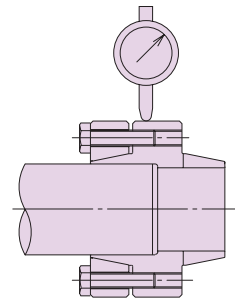

図 1
- (1) 片側軸にカップリングを取付け、アウトリングを手順に従い締込み固定してください。
- (2) 他方の軸はアウトリングの締込みはしないままにしてください。この軸はカップリングの軸穴内を自由に回転できる状態です。
- (3) ダイヤルゲージをベース（カップリングケース等）に固定し、各々の軸振れをチェックします。
- ① カップリングを締結した軸は、カップリングのボディの中央フランジ外周部にダイヤルゲージをあてます。この軸を回転させ振れを読み取り 3/100 以内にしてください。（図 1）
- ② 次に他方の軸にダイヤルゲージをあてて、この軸を回転させ振れを読み取り 3/100 以内にしてください。
- (4) ダイヤルゲージの振れが共に規格値内であることを確認して、他方のアウトリングを手順通りに締込んでください。
- (5) 最後に本体のフランジの振れをダイヤルゲージで読み取り振れ 3/100 以内であることを確認してください。